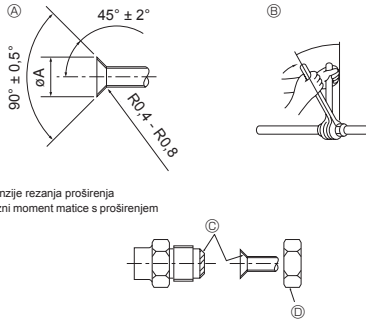

Fig. 5-1
Ⓐ (Fig. 5-1)
Ⓑ (Fig. 5-1)
5.2. Spajanje cijevi (Fig. 5-1)